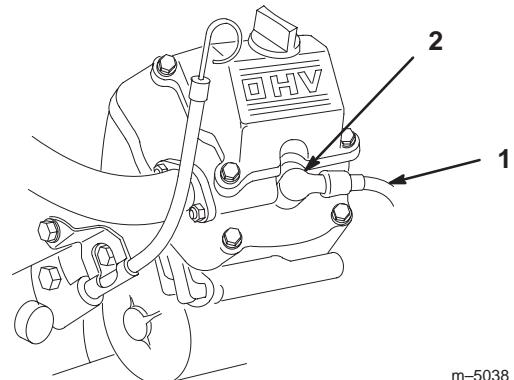

Figure 44
2. Nettoyez la surface autour des bougies pour éviter que des impuretés n'endommagent le moteur en tombant à l'intérieur. Débranchez les fils des bougies (Fig. 44).
3. Connectez les fils aux bougies (Fig. 44).